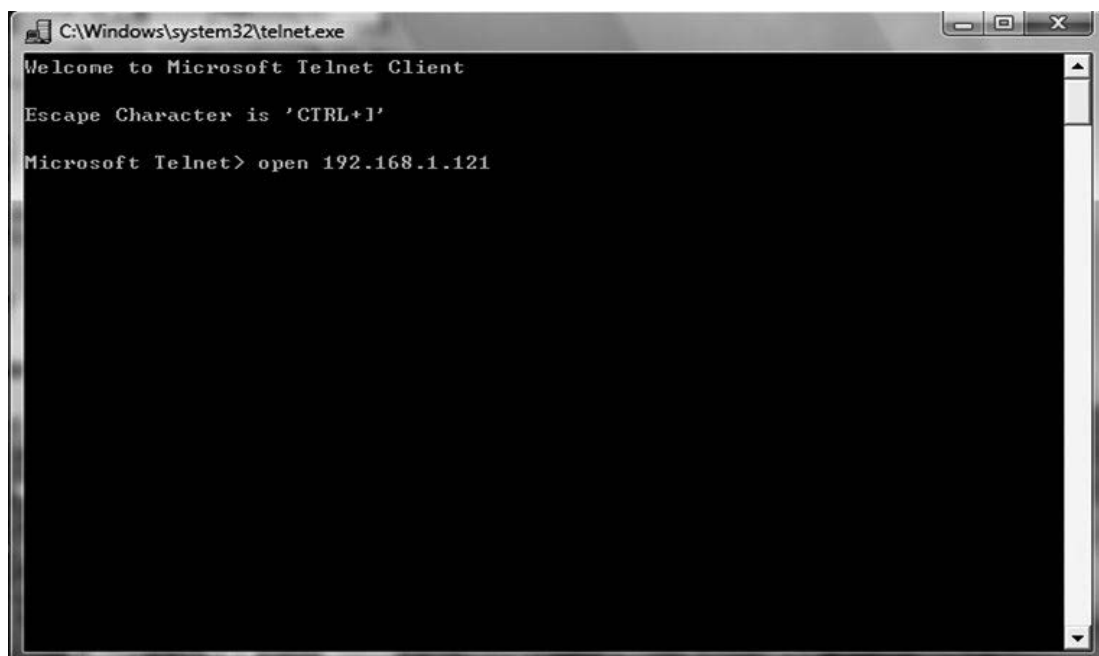

Abbildung 2-4
**3.2.3.2. Geben Sie die IP-Adresse wie in Abbildung 2-4 dargestellt ein**